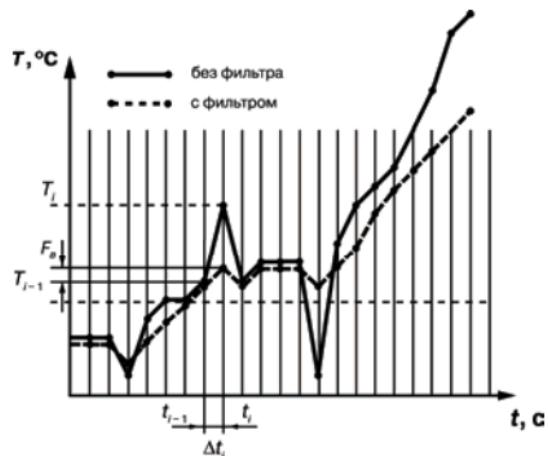

Рисунок 3
3.2.4.2 Во-первых, фильтр устраниет сильные единичные помехи (рисунок 3).
Если измеренное значение T_i отличается от предыдущего T_{i-1} на величину, большую, чем значение параметра F_b (заданная «полоса фильтра»), то прибор присваивает ему значение равное $(T_{i-1} + F_b)$ (рисунок 3). Таким образом характеристика сглаживается.